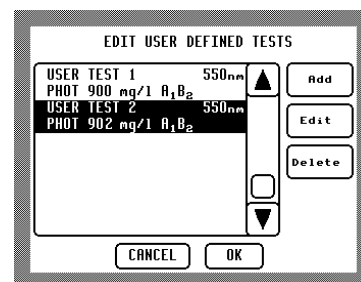

图 22 – 用户自定义检测方法列表
- 在图 22 界面下，点击 **Add** 键向列表中添加检测项目。屏幕会显示“检测程序选择菜单”界面(见图 4 第 11 页)。
① 当列表中的检测项目已满时，**Add** 键将不再显示。
屏幕会显示当前用户自定义检测方法列表界面 – 见图 22 :-